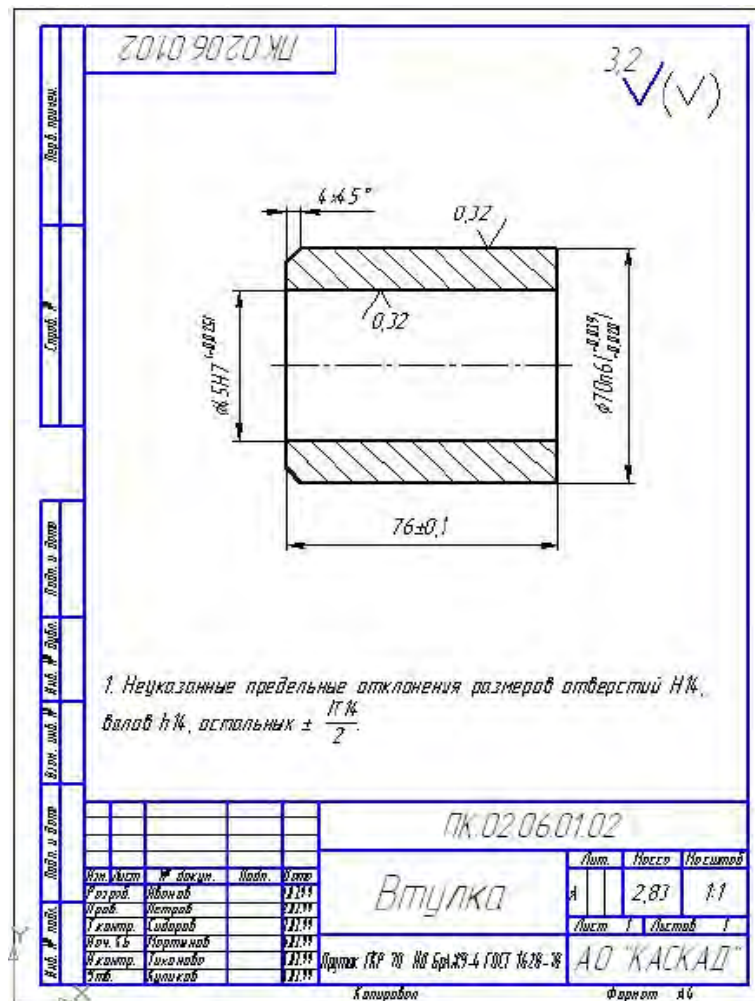

Рис. 23. Чертеж втулки
4. Создать чертеж «Втулка» по рис. 23. Указать материал: Пруток ГКР 70 НД БрАЖ9-4 ГОСТ 1628—78.